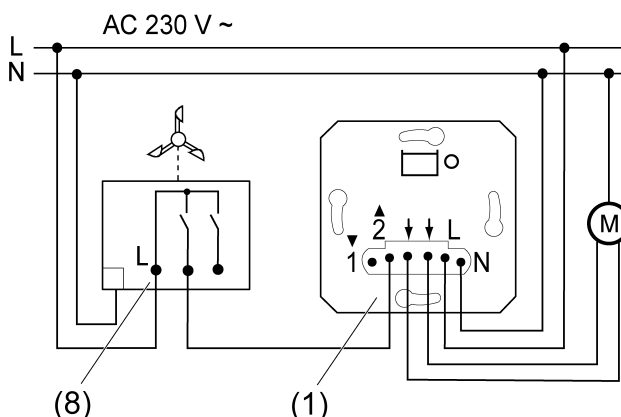

рисунок 6: Пример подключения датчика ветра
- Подключите датчик ветра (8), как показано на примере (рисунок 6). Сигнал тревоги ветра реализуется через вход 2 подчиненного узла локальной сети.